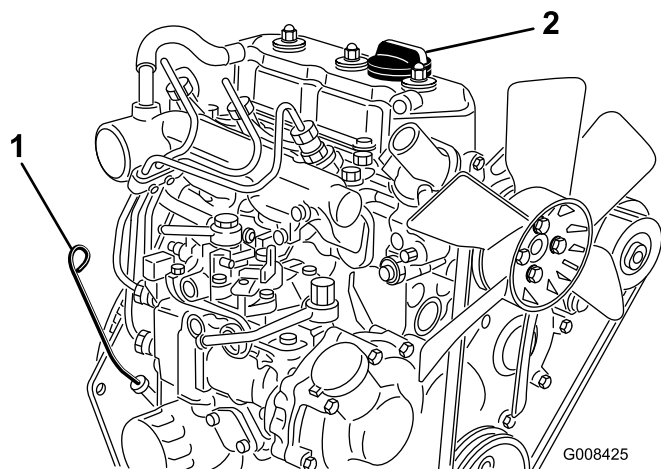

Figura 29
2. Retire a vareta e limpe-a com um pano limpo (Figura 29). Volte a colocar a vareta no tubo e verifique se está completamente introduzida. Retire a vareta do tubo e verifique o nível de óleo. Se o nível de óleo estiver baixo, retire o tampão de enchimento da cobertura da válvula e **lentamente** adicione óleo suficiente para elevar o nível de óleo até à marca Full,